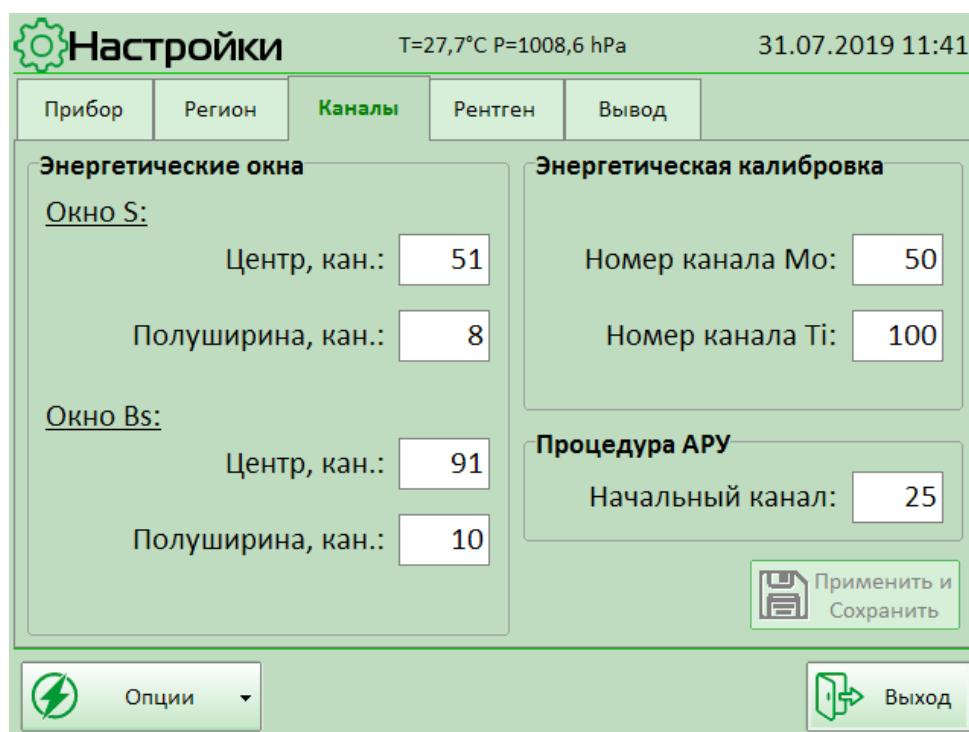

Рисунок 17
13.5.4 На вкладке **Каналы** (Рисунок 17) можно отрегулировать положение и ширину энергетических окон спектра серы и рассеянного излучения для выполнения измерений, а также начальный предел процедуры автоматической регулировки усиления (АРУ).